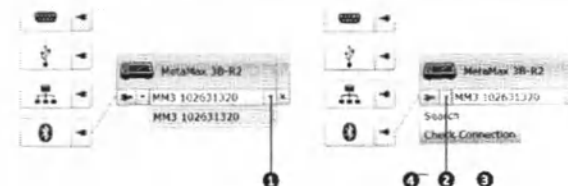

Рис. 25: Проверка подключения к ПК по Bluetooth
- Щелкните по стрелке справа (на значке устройства) (рис. 25) и выберите устройство с правильным серийным номером (если было найдено несколько таких устройств). Если щелкнуть по стрелке слева, а затем выбрать пункт меню [Check connection] (Проверить соединение), то можно проверить, работает ли Bluetooth-соединение. (работает: значок штекера будет зеленым; не работает: значок штекера будет красным). Функция [Search] (Поиск) позволит вам найти все устройства с активным Bluetooth-соединением.